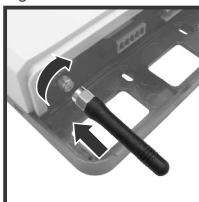

Figura 4
- Conectar la batería (figura 4) y comprobar que, tras unos segundos, el led de cobertura se ilumina en verde.